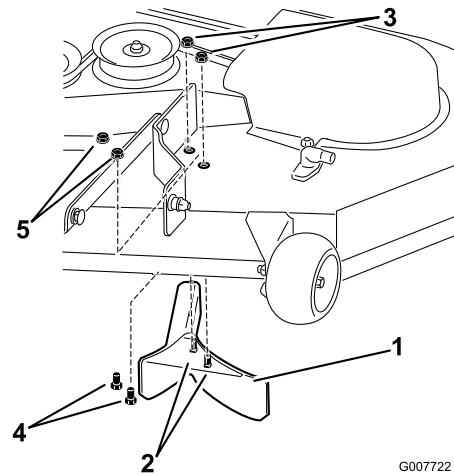

Bild 25
Mähwerk befestigt ist (Bild 25). Senken Sie das Mulchablenkblech vom Mähwerk entfernt ab und nehmen Sie es ab.
- Setzen Sie die zwei Schrauben (5/16 x 5/8 Zoll) und die zwei Sicherungsmuttern (5/16 Zoll), die Sie aufbewahrt haben, in die Löcher, die durch das Entfernen des linken Mulchablenkblechs im Mähwerk entstanden sind (Bild 25).